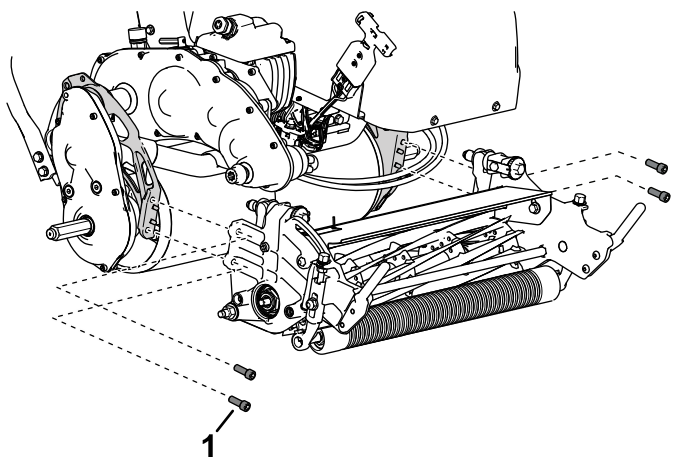

Figure 7
A. Fixez l'unité de coupe sur la machine à l'aide de 4 vis à tête à creuse (Figure 7).